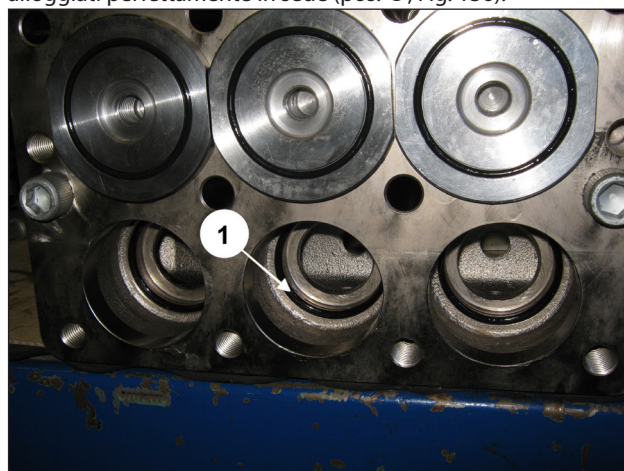

Fig. 136
Accertarsi che O-ring e anello antiestrusione vengano alloggiati perfettamente in sede (pos. ①, Fig. 136).